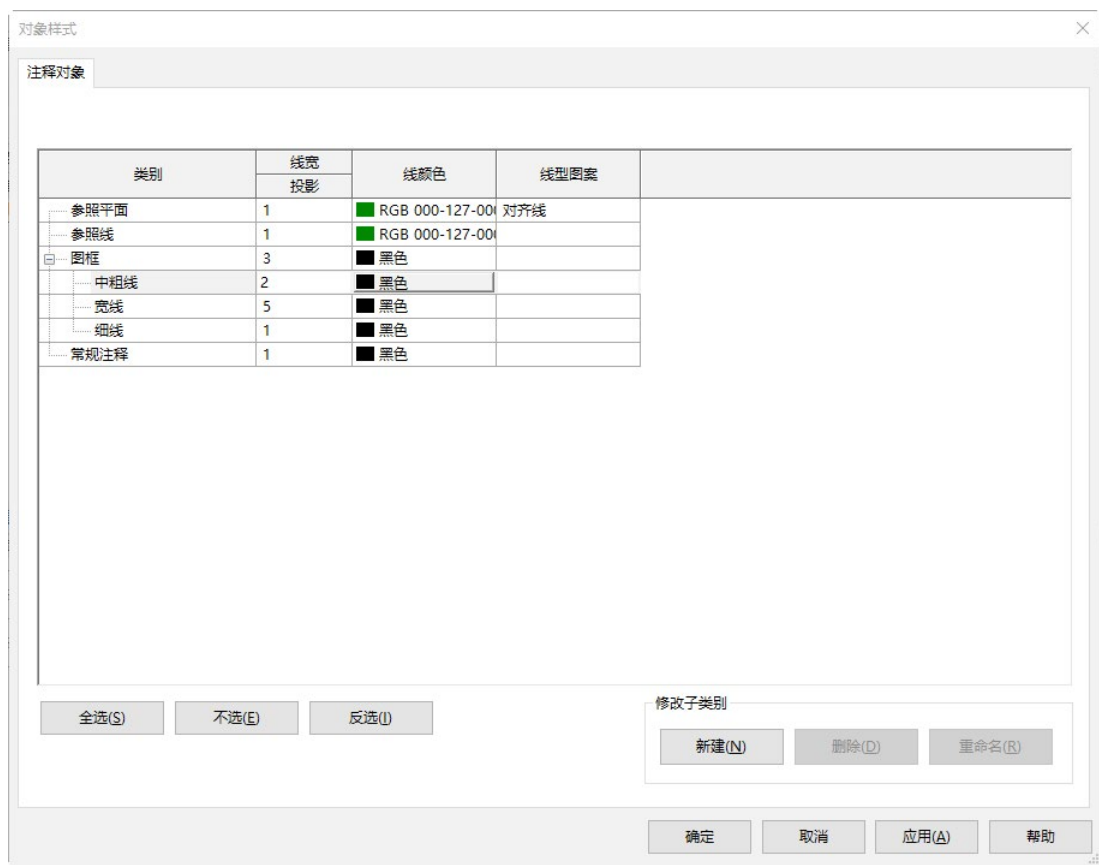
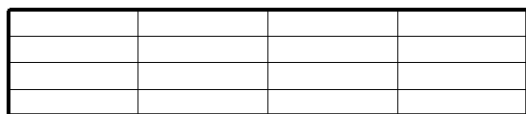

图 3-27 “对象样式”对话框
图 3-28 绘制会签栏
(4) 单击“管理”选项卡“设置”面板中的“对象样式”按钮, 打开“对象样式”对话框, 修改图框线宽为 3 号, 中粗线为 2 号, 细线为 1 号, 如图 3-27 所示, 单击“确定”按钮。选择最外面的图幅边界线, 将其子类别设置为“细线”。完成图幅和图框线型的设置。
(5) 如果放大视图也看不出线宽效果, 则单击“视图”选项卡“图形”面板中的“细线”按钮, 使其取消选中状态。
(6) 单击“创建”选项卡“详图”面板中的“线”按钮, 打开“修改|放置线”选项卡, 单击“绘制”面板中的“矩形”按钮, 绘制长为 100mm, 宽为 20mm 的矩形。
(7) 将子类别更改为“细线”, 单击“绘制”面板中的“线”按钮 绘制会签栏, 如图 3-28 所示。